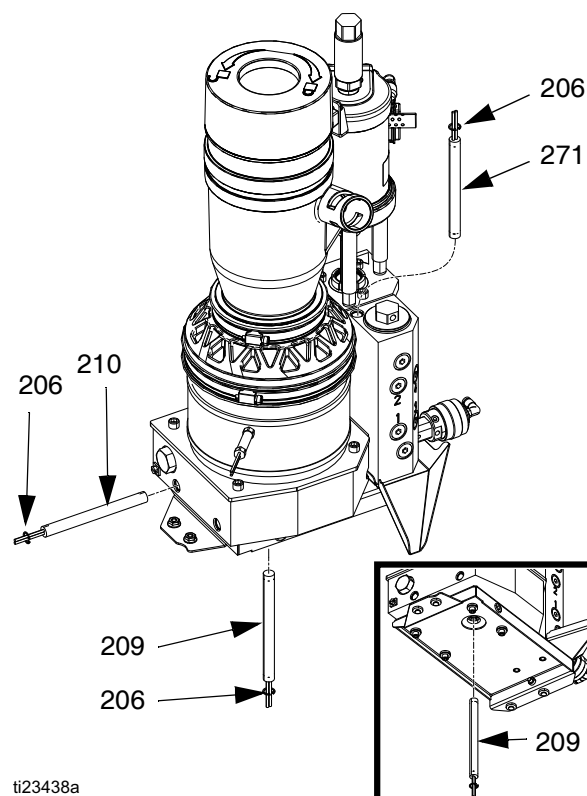

FIG. 42
Démontage (voir FIG. 42) :
Montage (voir FIG. 42) :
2. Installer la tige de chauffage, puis installer son circlip (206). Voir la FIG. 42.